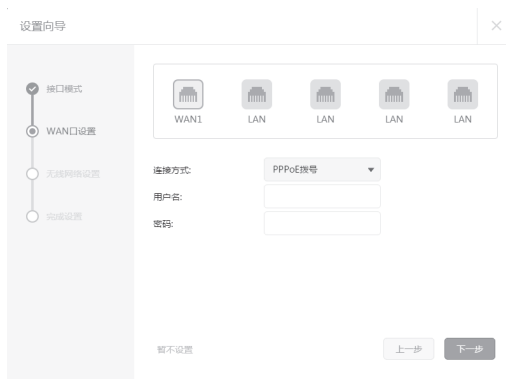

图4-4 WAN口设置-PPPoE拨号
1) 如果连接方式为“PPPoE拨号”，即ADSL虚拟拨号方式，则需要填写网络服务商提供的上网账号与密码，如图4-4所示。